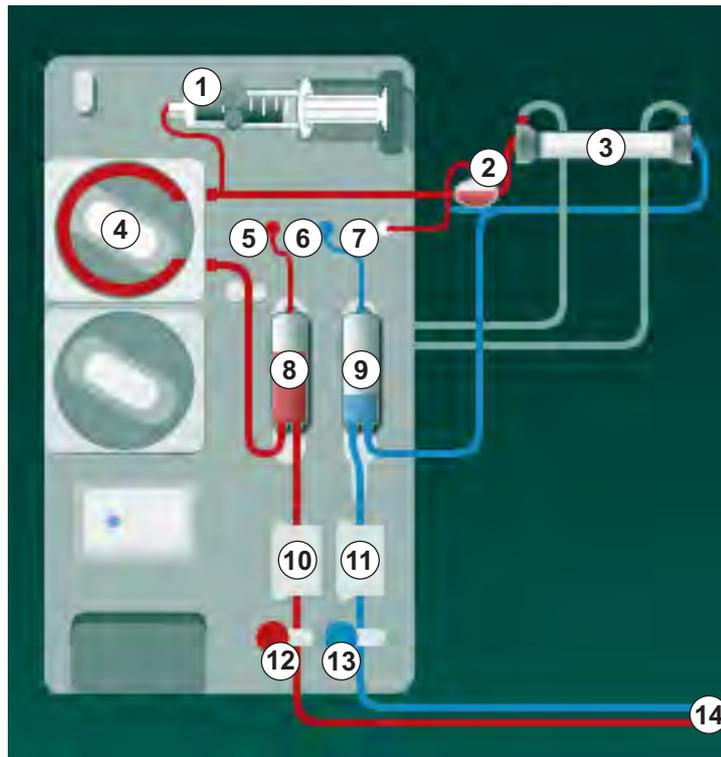

Рис. 9-3 Вставка системы кровопроводящих магистралей - Перекрестная процедура с одной иглой
1. Зафиксируйте диализатор (Рис. 9-3, ③) в держателе (см. раздел 5.6 Подключение диализатора (98)).